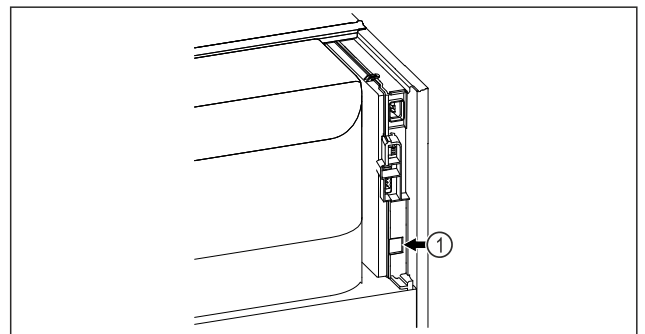

Fig. 134
- Le SmartModule Fig. 134 (1) est installé.